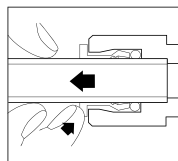

Рис. 3
- ▶ Для удаления, протолкните зажимную втулку внутрь и вытащите трубопровод (Рис. 3).